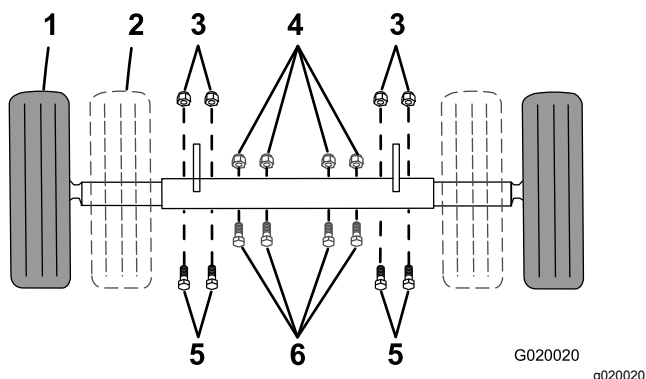

Figura 23
1. Punto de apoyo (2)
4. Retire los pernos y las tuercas que sujetan el eje interior al eje exterior (Figura 23).
- Deslice cada extremo del eje hacia dentro a la posición estrecha (Figura 23).
- Deslice cada extremo del eje hacia fuera a la posición extendida (remolcado) (Figura 23).
- Introduzca los pernos a través de los taladros de los ejes (Figura 23).